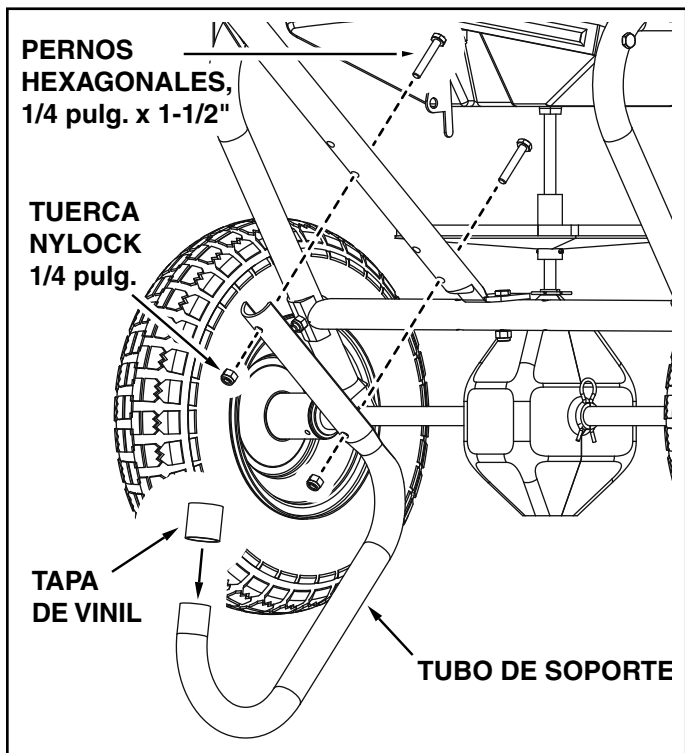

FIGURA 5
12. Monte el tubo de soporte de la pata en el conjunto de orificios del fondo del tubo del manubrio (largo) usando dos pernos hexagonales de 1/4 pulg. x 1-1/2 pulg. y tuercas Nylock de 1/4 pulg. Véase la Figura 5.